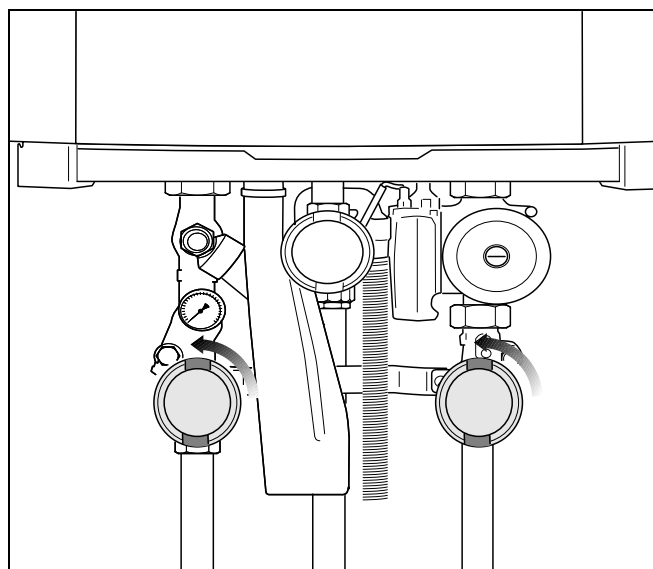

Fig. 12 Ouvrir les robinets d'isolement (ici : position ouverte)
- Ouvrir les robinets d'isolement au départ et au retour chauffage (fig. 12) (position ouverte : parallèlement au tuyau).